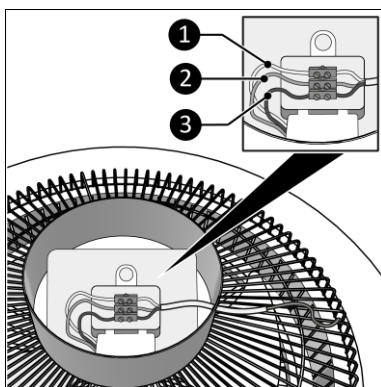

Figure 5
- Fil marron : phase (Figure 5, pos. 3) ;
- Fil jaune et vert : terre (Figure 5, pos. 2) ;
- Fil bleu : neutre (Figure 5, pos. 1).